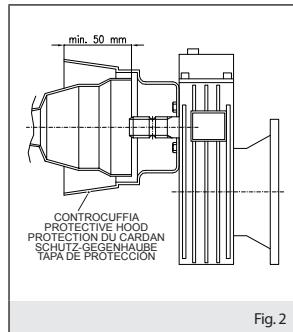

Fig.2
- la controcuffia di protezione (fig.2) sia presente integra e ben fissata. La controcuffia deve coprire la protezione del giunto cardanico per almeno 50mm e deve impedire il contatto accidentale delle mani con organi in movimento.
- the protective hood (fig.2) is attached, in good order and properly anchored. The hood must cover the P.T.O. guard by at least 50mm and must prevent accidental hand contact with moving parts.
- la contre-coiffe de protection (fig.2) est présente, intègre et bien fixée. La contre-coiffe doit couvrir la protection du joint de cardan sur au moins 50 mm et doit empêcher le contact accidentel des mains avec les organes en mouvement;
- die drei vorgesehenen Verankerungspunkte (Abb.2) perfekt befestigt und mittels der
- los tres puntos de anclaje (fig.2) previstos estén perfectamente fijados y bloqueados con las piezas en equipamiento. Un anclaje no correcto provoca el vuelco de la máquina con grave peligro para el operador.